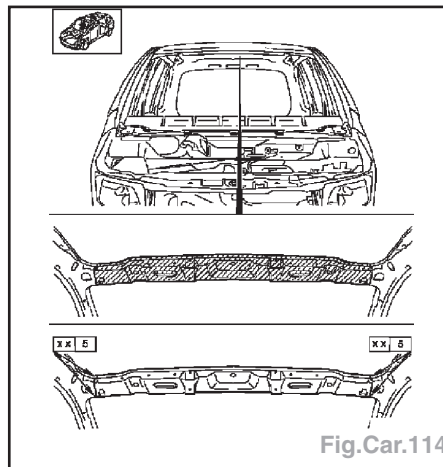

Fig.Car.114
- Découpes et types de soudures (Fig.Car.114)